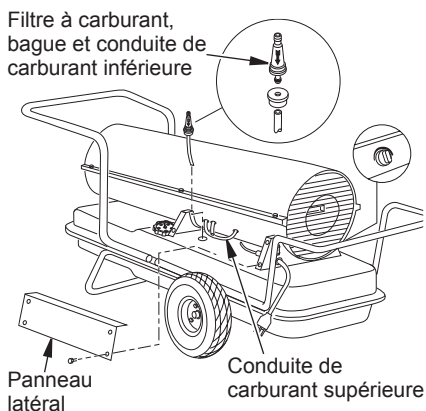

Figure 20 - Retrait du filtre à carburant Modèles 115/165
- Retirez soigneusement la bague, le filtre à carburant et la conduite de carburant inférieure (modèles 115/165 uniquement) du réservoir de carburant (voir figure 20).